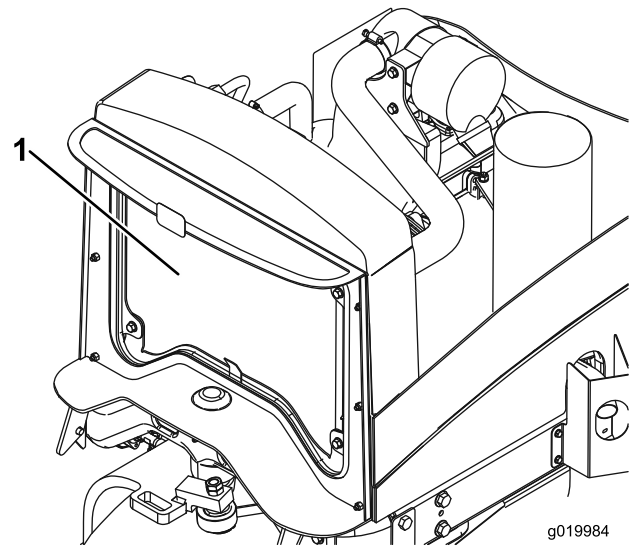

Figura 57
2. Limpie a fondo ambos lados del enfriador de aceite y la zona del radiador con agua o aire comprimido (Figura 57).